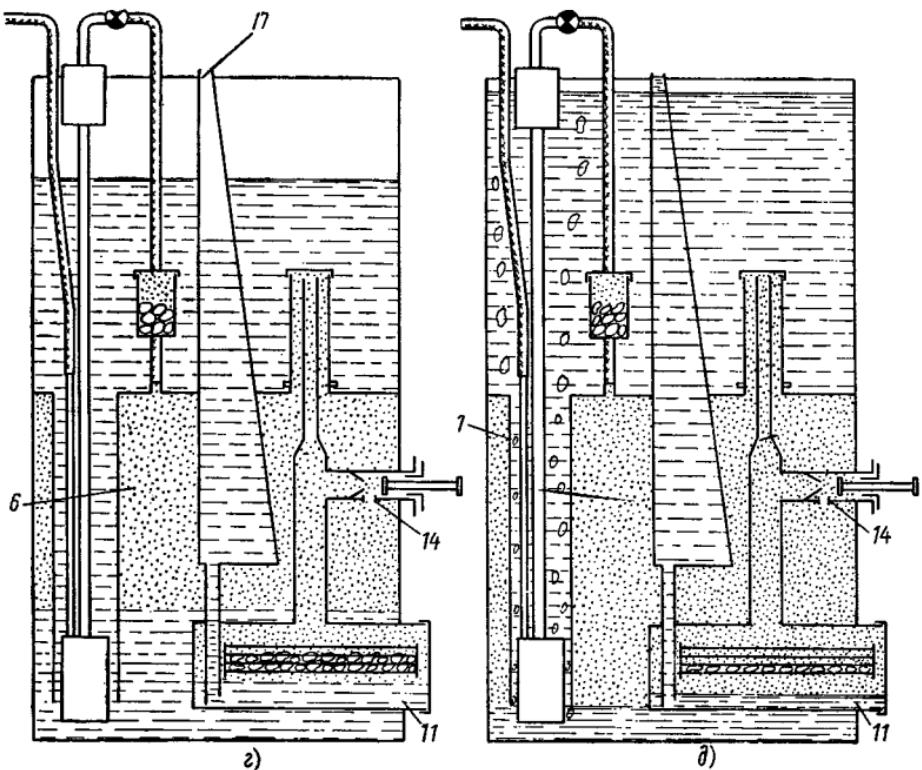

Рис. 6. Генераторы типа АНВ
Генератор типа АНВ (рис. 6, а), представляет собой корпус 1, разделенный перегородкой 5 на две части: нижнюю — газосборник 6 и верхнюю — водосборник 2. Обе части сообщаются циркуляционной трубой 7, в которую в зимнее время устанавливают жидкостный предохранительный затвор 8.
В газосборник вварена реторта (газообразователь) 11, в которую устанавливается прутковая загрузочная корзина 10. Реторта сообщается с газосборником трубой 13, через которую также поступает вода на газообразование при открытом кране 15, и с вытеснителем 17 трубой 9. Из газосборника газ отбирается по трубе 4, на которой установлен осушитель 3, загружаемый в зимнее время карбидом кальция. Перед заполнением генератора водой перекрывают кран 15, чтобы вода не поступала в реторту, и снимают резиновый рукав 18 для полного удаления воздуха из газосборника. Генератор заливают водой до шайбы 16 и надевают рукав, после этого в реторту 11 устанавливают загрузочную корзину 10 с карбидом кальция, уплотняя реторту при помощи крышки 12. Таким образом, генератор подготовлен к работе (рис. 6, б).
При отборе газа смачивается такая часть карбида кальция, которая обеспечивает выработку отбираемого ацетилена. При этом давление в генераторе будет равно разности уровня воды в газосборнике и водосборнике (H). Такая же разность уровней воды будет в реторте и оттеснителе (H_1). В газосборнике вода находится близко к отверстию 14, поступая по мере необходимости в реторту. Генератор в рабочем состоянии показан на рис. 6, в.
При прекращении отбора газа давление в газосборнике и реторте повышается, вследствие этого вода из реторт 11 передавливается в вытеснитель 17, прекращается смачивание карбида кальция водой, а следовательно, и выделение ацетилена (рис. 6, г). Также вы-
При дальнейшем повышении давления из-за заиливания карбида кальция, происходящего вследствие какого-либо нарушения при подготовке генератора к работе и его эксплуатации, вода в водосборнике оттесняется до нижней кромки циркуляционной трубы 7 и избыток ацетилена (см. рис. 6, д) пробулькивает через воду и выходит из генератора в атмосферу. При возобновлении отбора газа давление в генераторе падает, вода из вытеснителя переходит в реторту 11 и подходит к карбиду кальция, вследствие чего газообразование возобновляется. При дальнейшем понижении давления в генераторе вода в газосборнике поднимается до уровня отверстия 14 и начинает поступать в реторту до тех пор, пока давление не увеличится до нормального.
При перерывах в отборе ацетилена (рис. 6, г) давление в генераторе поднимается настолько, что вода полностью отходит от карбида кальция и в дальнейшем разложение карбида кальция происходит только в результате остаточного газообразования.